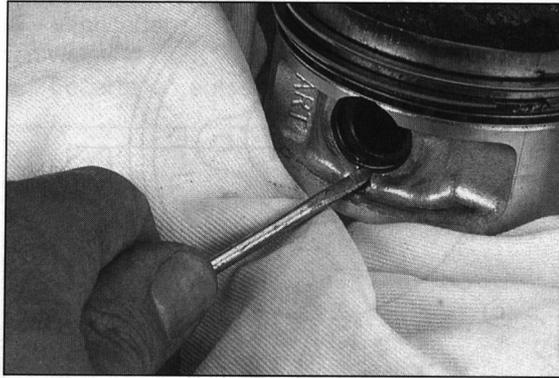

Bild 198
- Kolbenbolzen-Sicherungsringe mit kleinem Schraubendreher oder Spitzzängchen aushebeln (Bild 198).